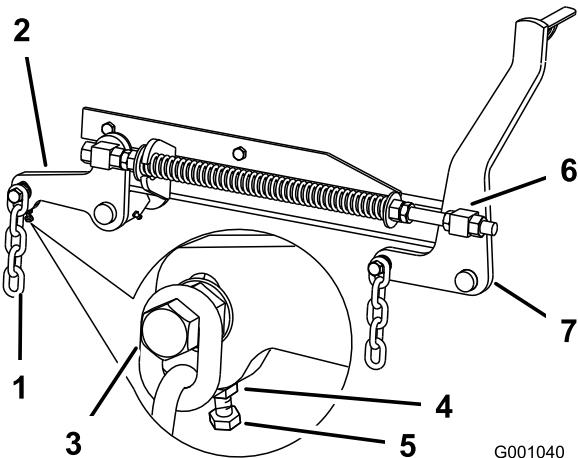

Figura 100
7. Si las medidas realizadas en las posiciones **B** o **C** no son correctas, afloje el perno que fija la cadena trasera al brazo de soporte trasero (Figura 100).
8. Afloje la contratuerca situada debajo del brazo de soporte trasero y ajuste el perno de ajuste hasta obtener una medida de 80 a 83 mm (3½" a 3¼"); consulte Figura 100.
7. Afloje las contratuercas del pivote delantero, en la parte delantera de los pivotes derecho e izquierdo, unos 13 mm (½") (Figura 100).
8. Ajuste las tuercas de elevación en el lado izquierdo y derecho de la máquina hasta obtener una distancia de 6 a 10 mm (¼" a ¾") menos en la parte delantera en **A** que en la parte trasera, en **B** (Figura 100).